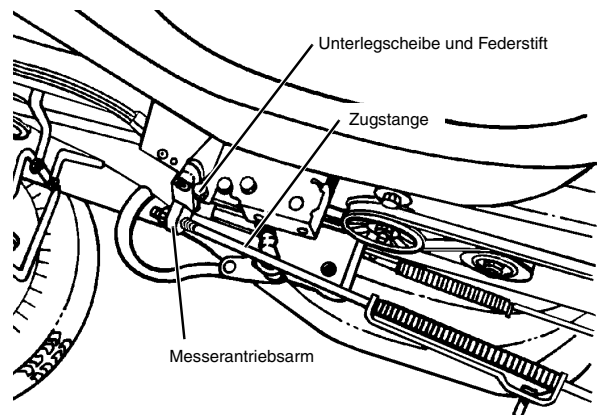
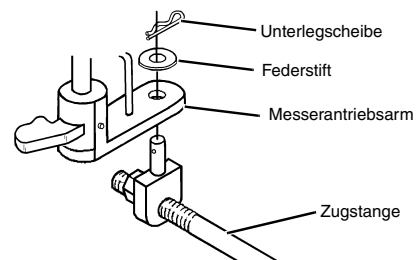

ABBILDUNG 10
ABBILDUNG 11
- Zugstange anheben und Messerantriebsarm mit der Unterlegscheibe und dem Federstift der Teileverpackung entnehmen und anbringen (siehe ABBILDUNG 10 und ABBILDUNG 11).